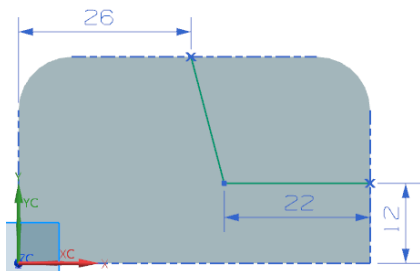

图 4-9 绘制轮廓曲线
- (3) 绘制轮廓曲线，如图 4-9 所示。单击“完成”  图标，草图绘制完毕。